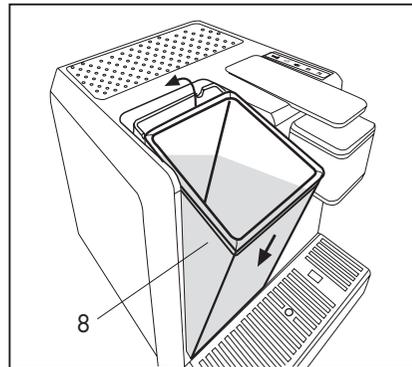

Fig. 3
- Vuelva a colocar el depósito inclinándolo ligeramente y apoyándolo en la válvula del agua. Pulse la parte superior en la máquina hasta sentir un clic. A fin de evitar pérdidas de agua, controle que el depósito esté fijado. **(Fig.3)**